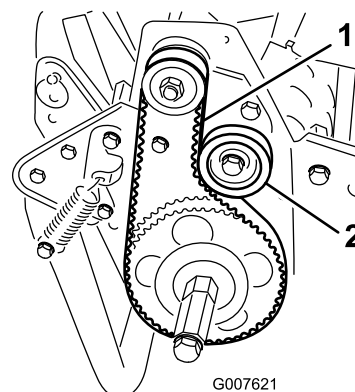

Рисунок 38
2. Проверьте натяжение, приложив к ремню посередине между шкивами (Рисунок 38) усилие 18 – 22 Н.
- А. Отпустите гайку крепления натяжного шкива и поджимайте натяжной шкив по часовой стрелке к обратной стороне ремня, пока не будет получено требуемое натяжение (Рисунок 38).